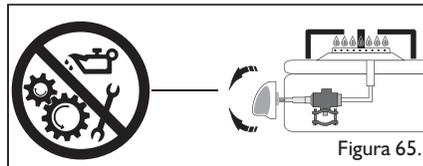

Figura 65.
- Deben evitarse los movimientos laterales en el vástago de la válvula; ya que ocasionaría fugas (Ver figura 65).